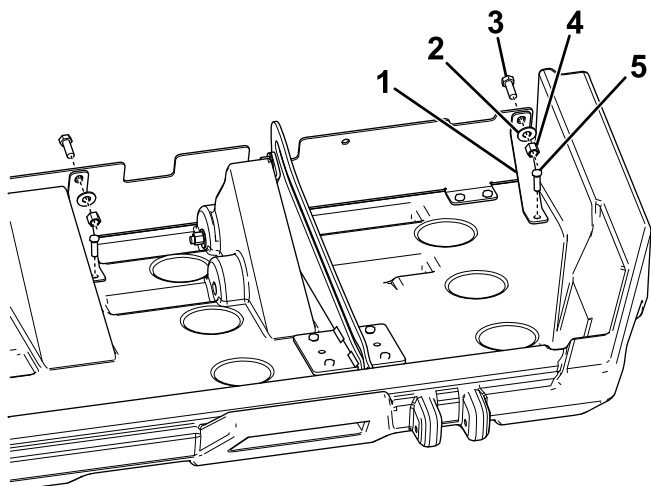

**Figura 11**
- Deslice hacia adelante los deflectores de material exteriores hasta que toquen los resaltes de la cara inferior de la tapa, luego fíjelos usando 8 tirafondos (Figura 11).